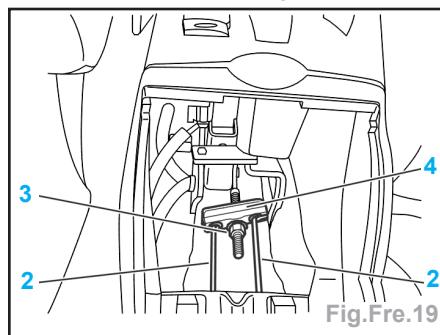

Fig.Fre.19
- Détendre les câbles secondaires (2) en dévissant l'écrou (3) (Fig.Fre.19).